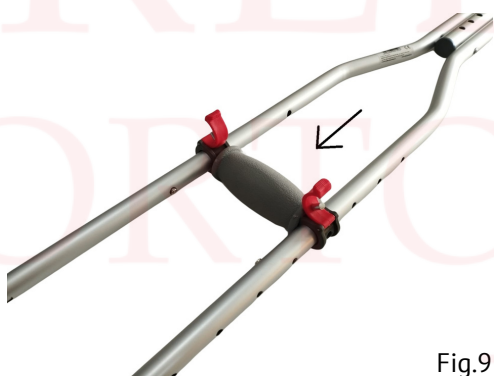
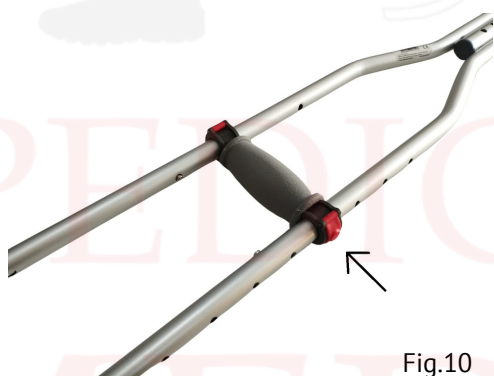

Fig.9
Fig.10
5. Pentru ultimul reglaj, se trage manerul si se fixeaza clemele rosii in locasele de blocare (vezi fig.9 si fig.10). Manerul se fixeaza in asa fel incat pagientul sa tina mainile usor indoite, la un unghi de aproximativ 45°.